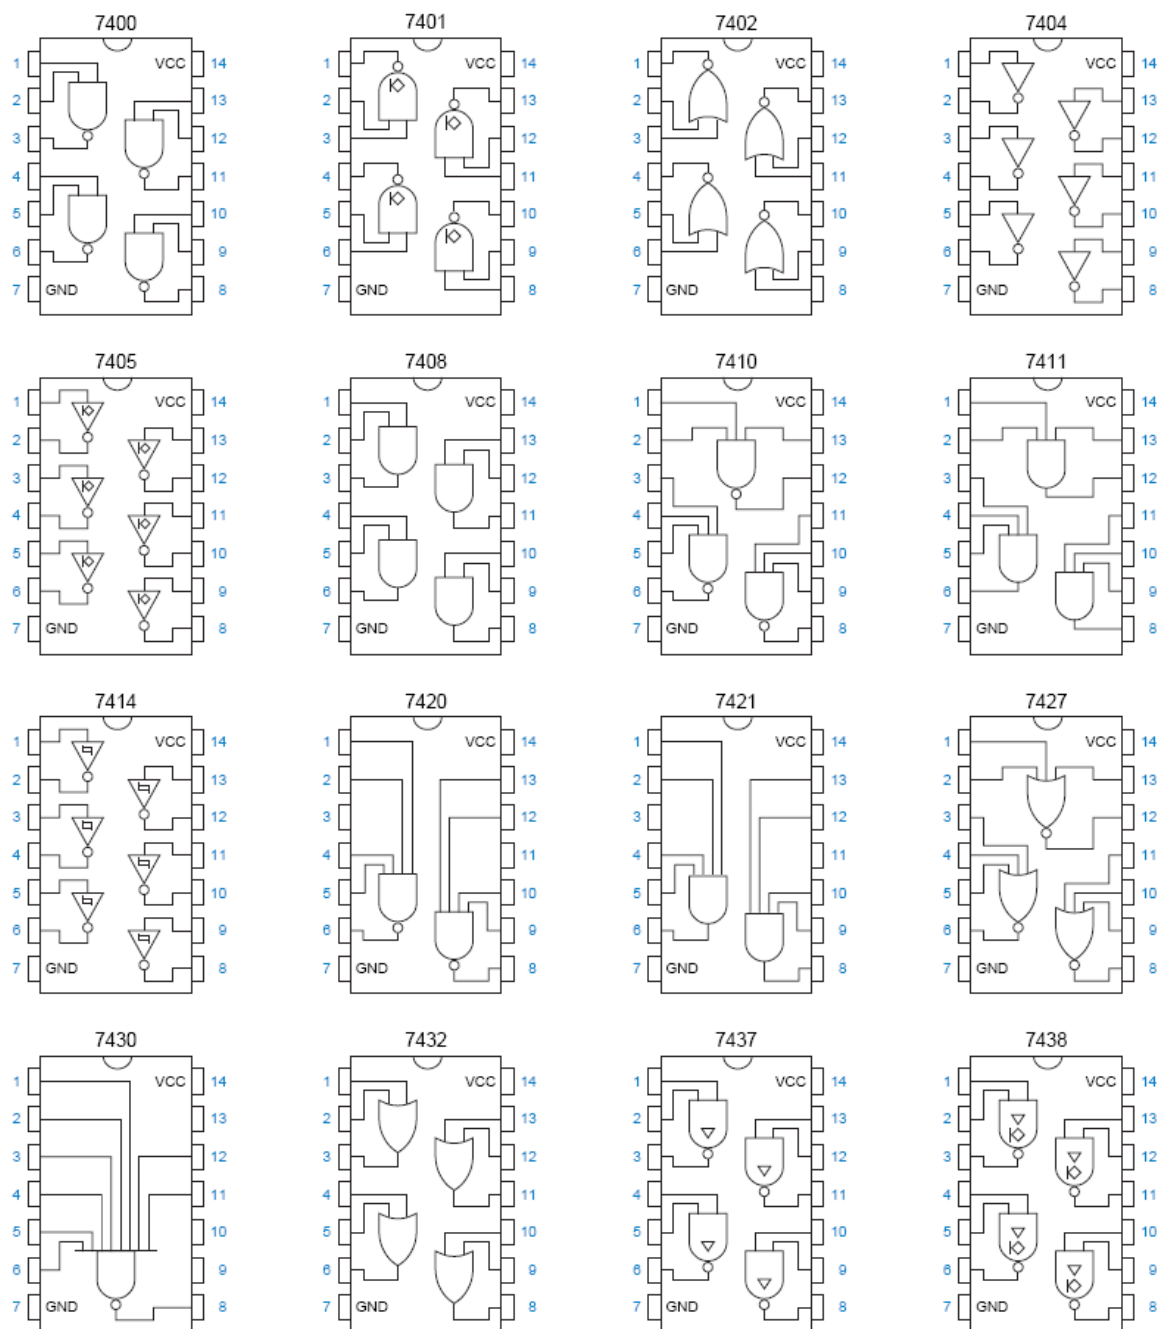

Figura 2 - Pinout de alguns dos integrados TTL mais utilizados.
A Figura 2 apresenta o *pinout* de alguns dos circuitos integrados (CIs) da família TTL mais utilizados. Esses integrados contêm apenas elementos digitais básicos (portas lógicas), existindo outros integrados com elementos mais complexos, que serão vistos depois.
A Figura 3 apresenta uma porta lógica OR com 2 entradas (X e Y) e uma saída (Z). Como mostra a Figura 2, o circuito integrado 7432 contém 4 portas OR de 2 entradas, pelo que pode utilizar qualquer uma à escolha para efetuar a montagem.